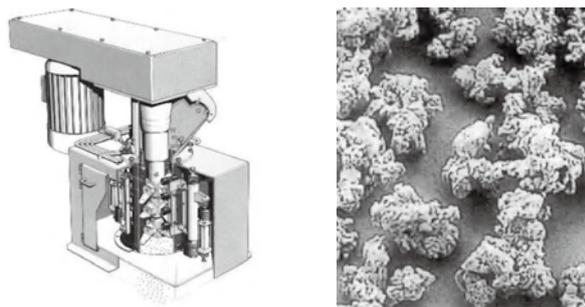
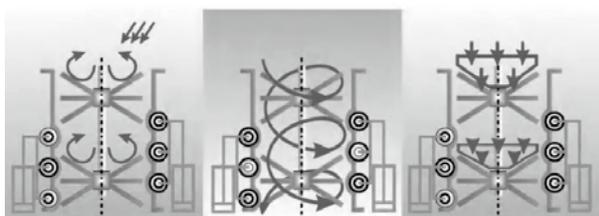

図6 フレキシミックス外観と造粒品（多孔性粒子）
図7 斜めブレードによる旋回運動（左図）、回転運動（中央）、重力による圧密（右図）
連続式の混合機・造粒機のひとつで、滞留時間が1秒以内でのロータ周速度20-50m/sの瞬時混合機である。機械サイズのわりに処理能力の大きな混合機である（図6参照）。斜めブレードによる旋回運動と回転運動ならびに重力による圧密がからみあい、混合する（図7参照）。周囲に取り付けられたゴムローラにより、ケーシングを脈動させ、付着に強い自己洗浄機構を持つ。多孔質粒子の造粒になりやすく、インスタント食品や澱粉の改質、合成洗剤、顔料、殺菌剤（水和性顆粒）などの造粒に用いられる。医薬などでは打錠前の安定した製品前の顆粒製造にも用いられている。
- Fig. 6 Flexomix (porous agglomerates)
- Fig. 7 Swivel, rotation and densification by gravity action by blade